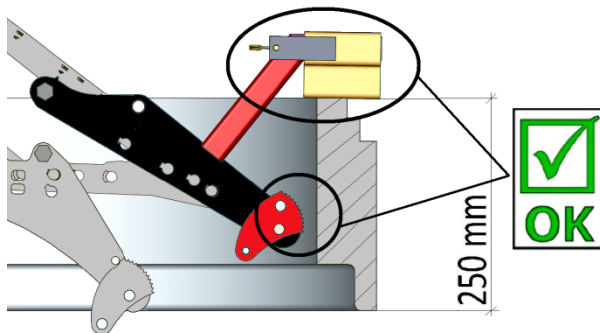

Bild 3
**Bild 3** näyttää kaivonrenkaan, jonka kokonaiskorkeus on vähintään 250 mm oikein asetetun "adapterisarjan SVZ-UNI-tukeen" kanssa. (44000079).